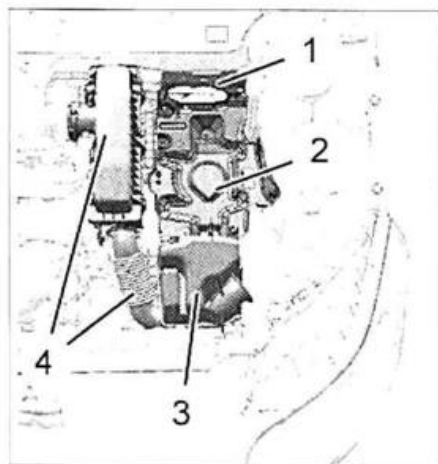

FIG. 1
- Desmontar (fig. 1):
- el conjunto filtro de aire y conductos (4)
- el resonador de admisión de aire (3)